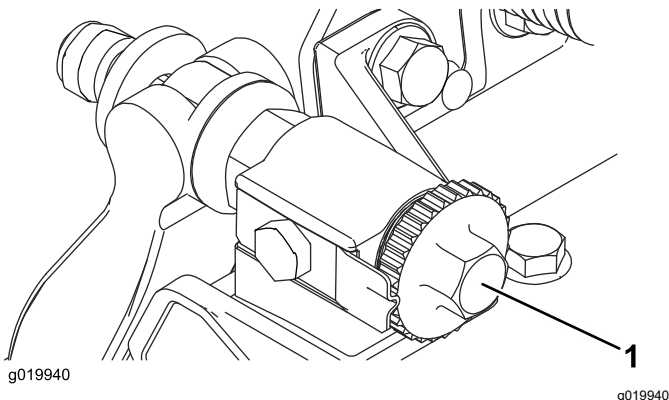

Figura 9
2. Rode os parafusos de ajuste da barra de apoio no sentido contrário ao dos ponteiros do relógio para assegurar que a barra de apoio não entra em contacto com o cilindro (**Figura 9**).